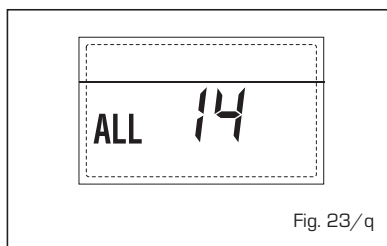

Fig. 23/q
- **ANOMALÍA DEL VENTILADOR "AL 15"** (fig. 23/r)